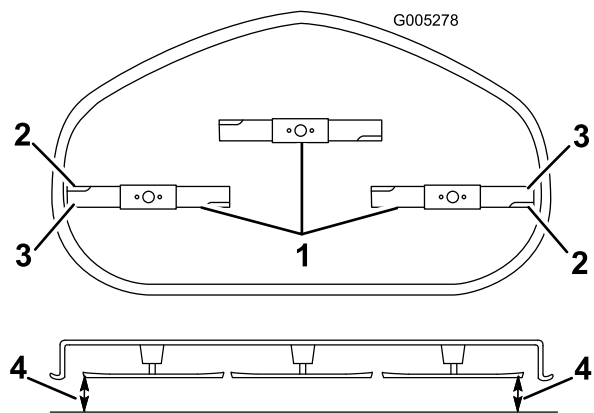

Figura 51
- Girate con cautela le lame in modo che siano disposte tutte lateralmente (Figura 51).
- Misurate la distanza tra i taglianti esterni e la superficie piatta (Figura 51). Se entrambe le misure non rientrano nella tolleranza di 5 mm è necessario regolare; proseguite l'operazione.